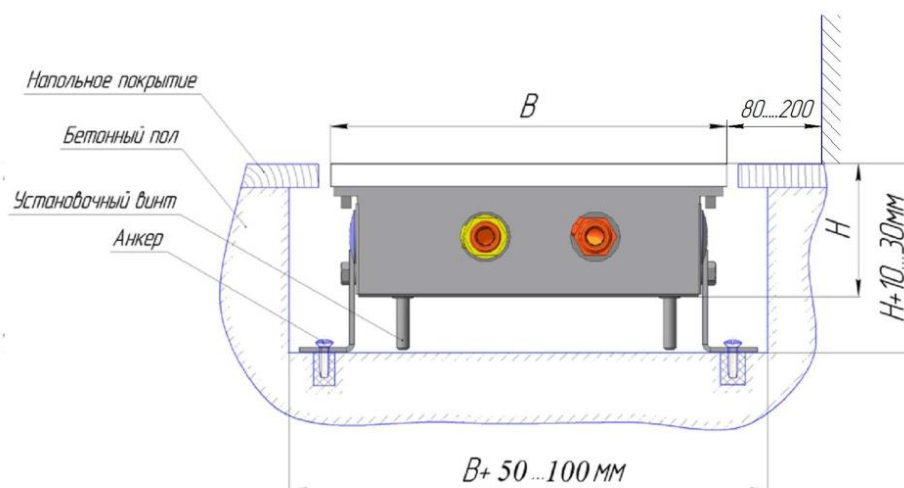

Рисунок 2. Установочные размеры.
7.5. Корпус конвектора должен быть установлен строго горизонтально в выполненной в полу нише, глубина и ширина которой зависит от высоты и ширины корпуса (см. рис. 2.): высота ниши должна быть равна высоте корпуса конвектора плюс 10...30 мм; ширина ниши должна равняться ширине конвектора плюс 50 ...100 мм; рекомендуемое расстояние от стены составляет 80...200 мм.